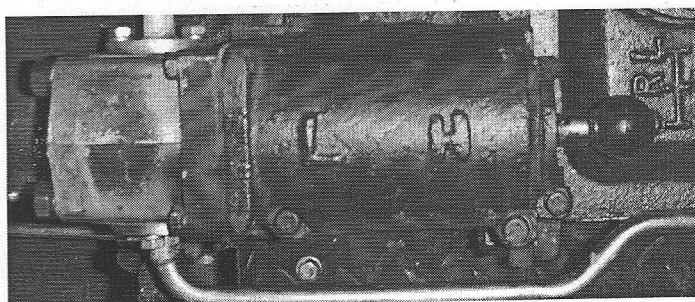

Рис.7. Масляный насос гидравлической системы
- 2.) При работе трактора не связанной с работой навесного оборудования, масляный насос должен находиться в **выключенном** положении (рис.7). Шток включения насоса рекомендуется вытягивать с двойным выжимом педали сцепления.